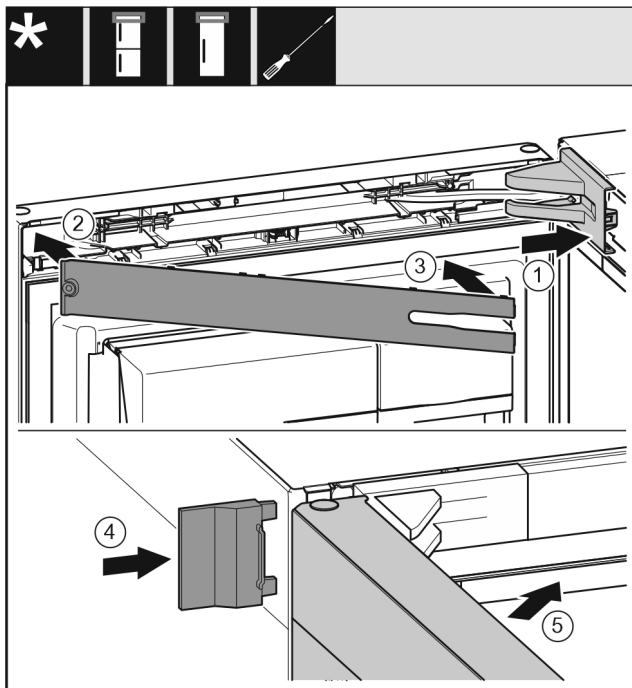

Fig. 57
- ▶ Lagerbockabdeckung Fig. 57 (1) aufsetzen und einrasten, ggf. vorsichtig auseinanderdrücken.
- ▶ Blende Fig. 57 (2) aufsetzen.
- ▶ Blende Fig. 57 (3) einschwenken und einrasten.
- ▶ Äußere Abdeckung Fig. 57 (4) aufschieben.
- ▶ Obere Tür Fig. 57 (5) schließen.